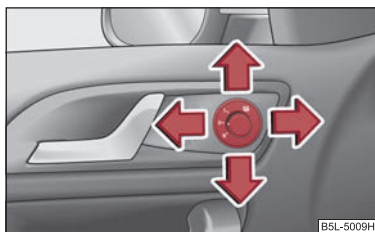

Fig. 61. Parte interior de la puerta: Botón giratorio
- Gire el botón hasta la posición  ⇒ fig. 61.
Si el botón giratorio se encuentra en la posición **R** ⇒ página 69, fig. 61 y se acopla la marcha atrás, la superficie del espejo retrovisor se abatirá un poco hacia abajo. De ese modo, es posible ver el bordillo durante el aparcamiento.